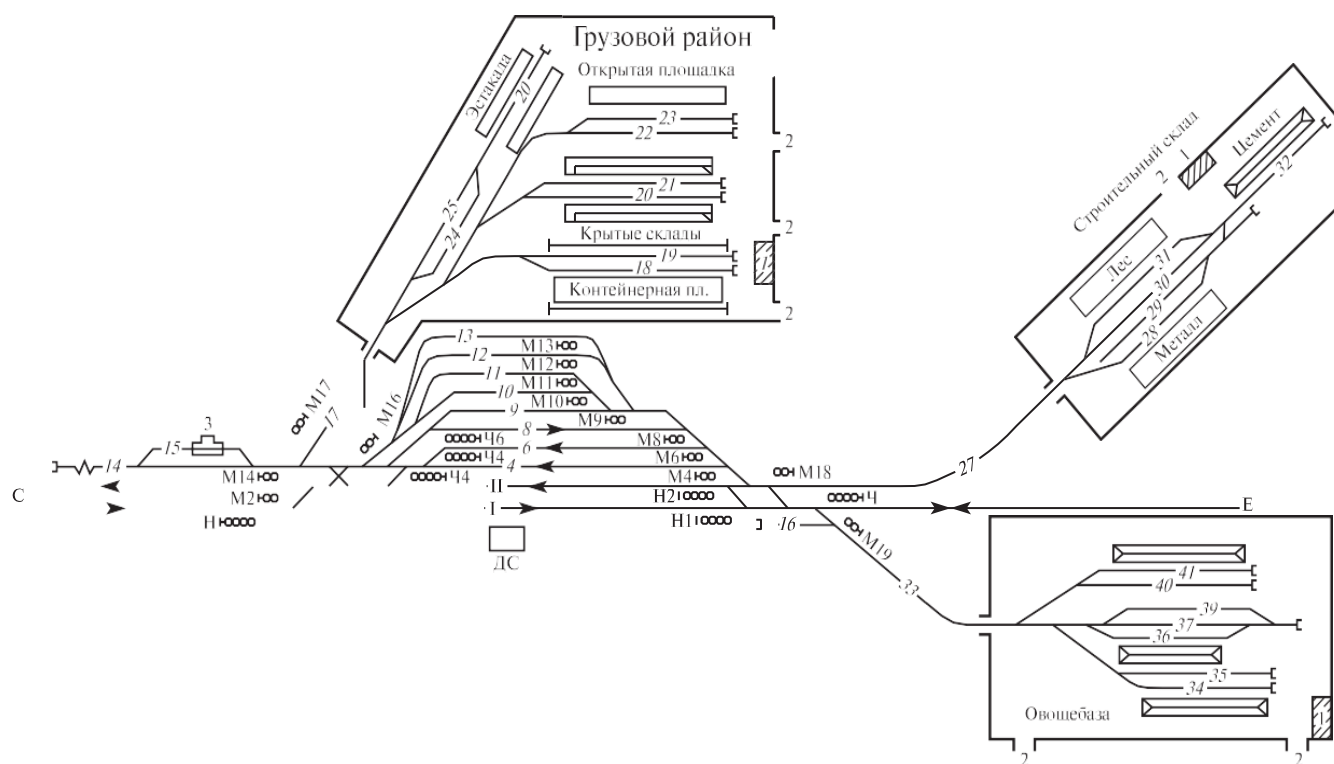

Рис. 34.1. Принципиальная схема грузовой станции сквозного типа: 1 — административные здания; 2 — ворота для въезда автотранспорта; 3 — вагонные весы.
1. На рис. 34.1 приведена принципиальная схема путевого развития грузовой станции сквозного типа, расположенной на направлении Е—С. С нечетной стороны к станции примыкает двухпутный перегон, с четной — однопутный. Такие станции, кроме основной работы, дополнительно пропускают грузовые и пассажирские поезда в обоих направлениях.